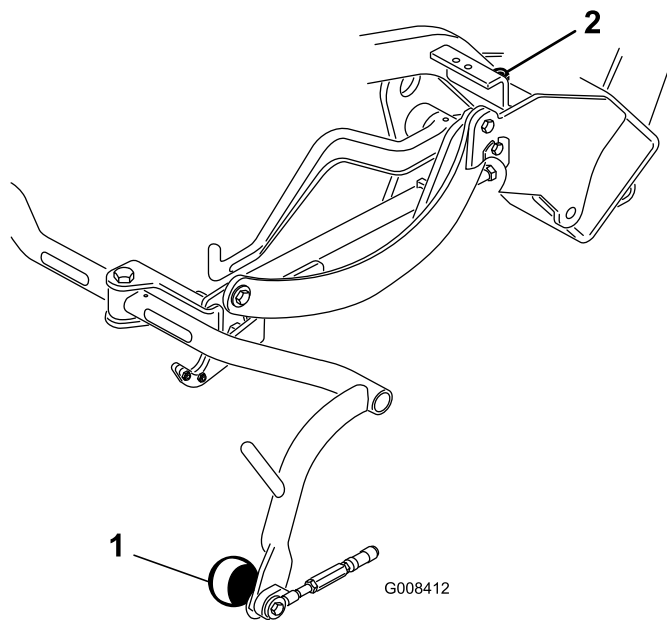

Figura 10
- Se è necessario eseguire una regolazione, allentate il controdado sulla vite di arresto del telaio portante (Figura 10) e ruotate la vite verso l'alto o verso il basso per sollevare o abbassare il telaio. Dopo la regolazione serrate il controdado.